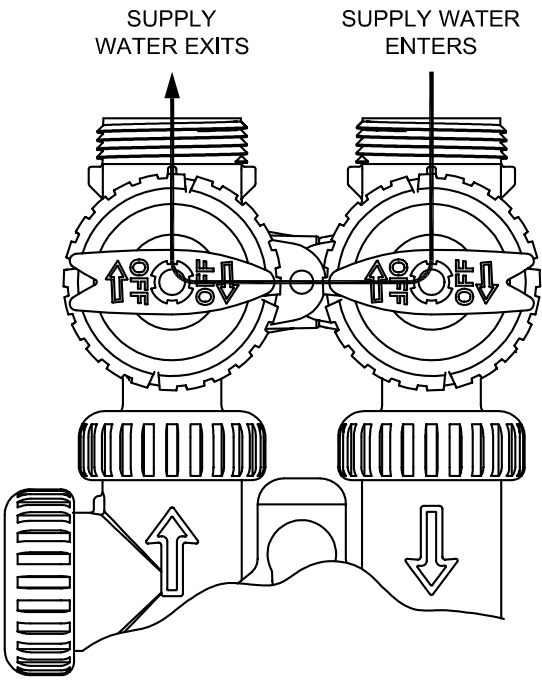

Abbildung 3
3. **Stellung Diagnose:** Der Zulaufgriff zeigt in Flussrichtung und der Ablaufgriff zeigt auf die Mitte des Bypassventils, Systemwasserdruck kann in das Steuerventil und das Rohrleitungssystem fließen, während kein Wasser aus dem Steuerventil in die Rohrleitungssystem gelangt. (Siehe Abbildung 3)